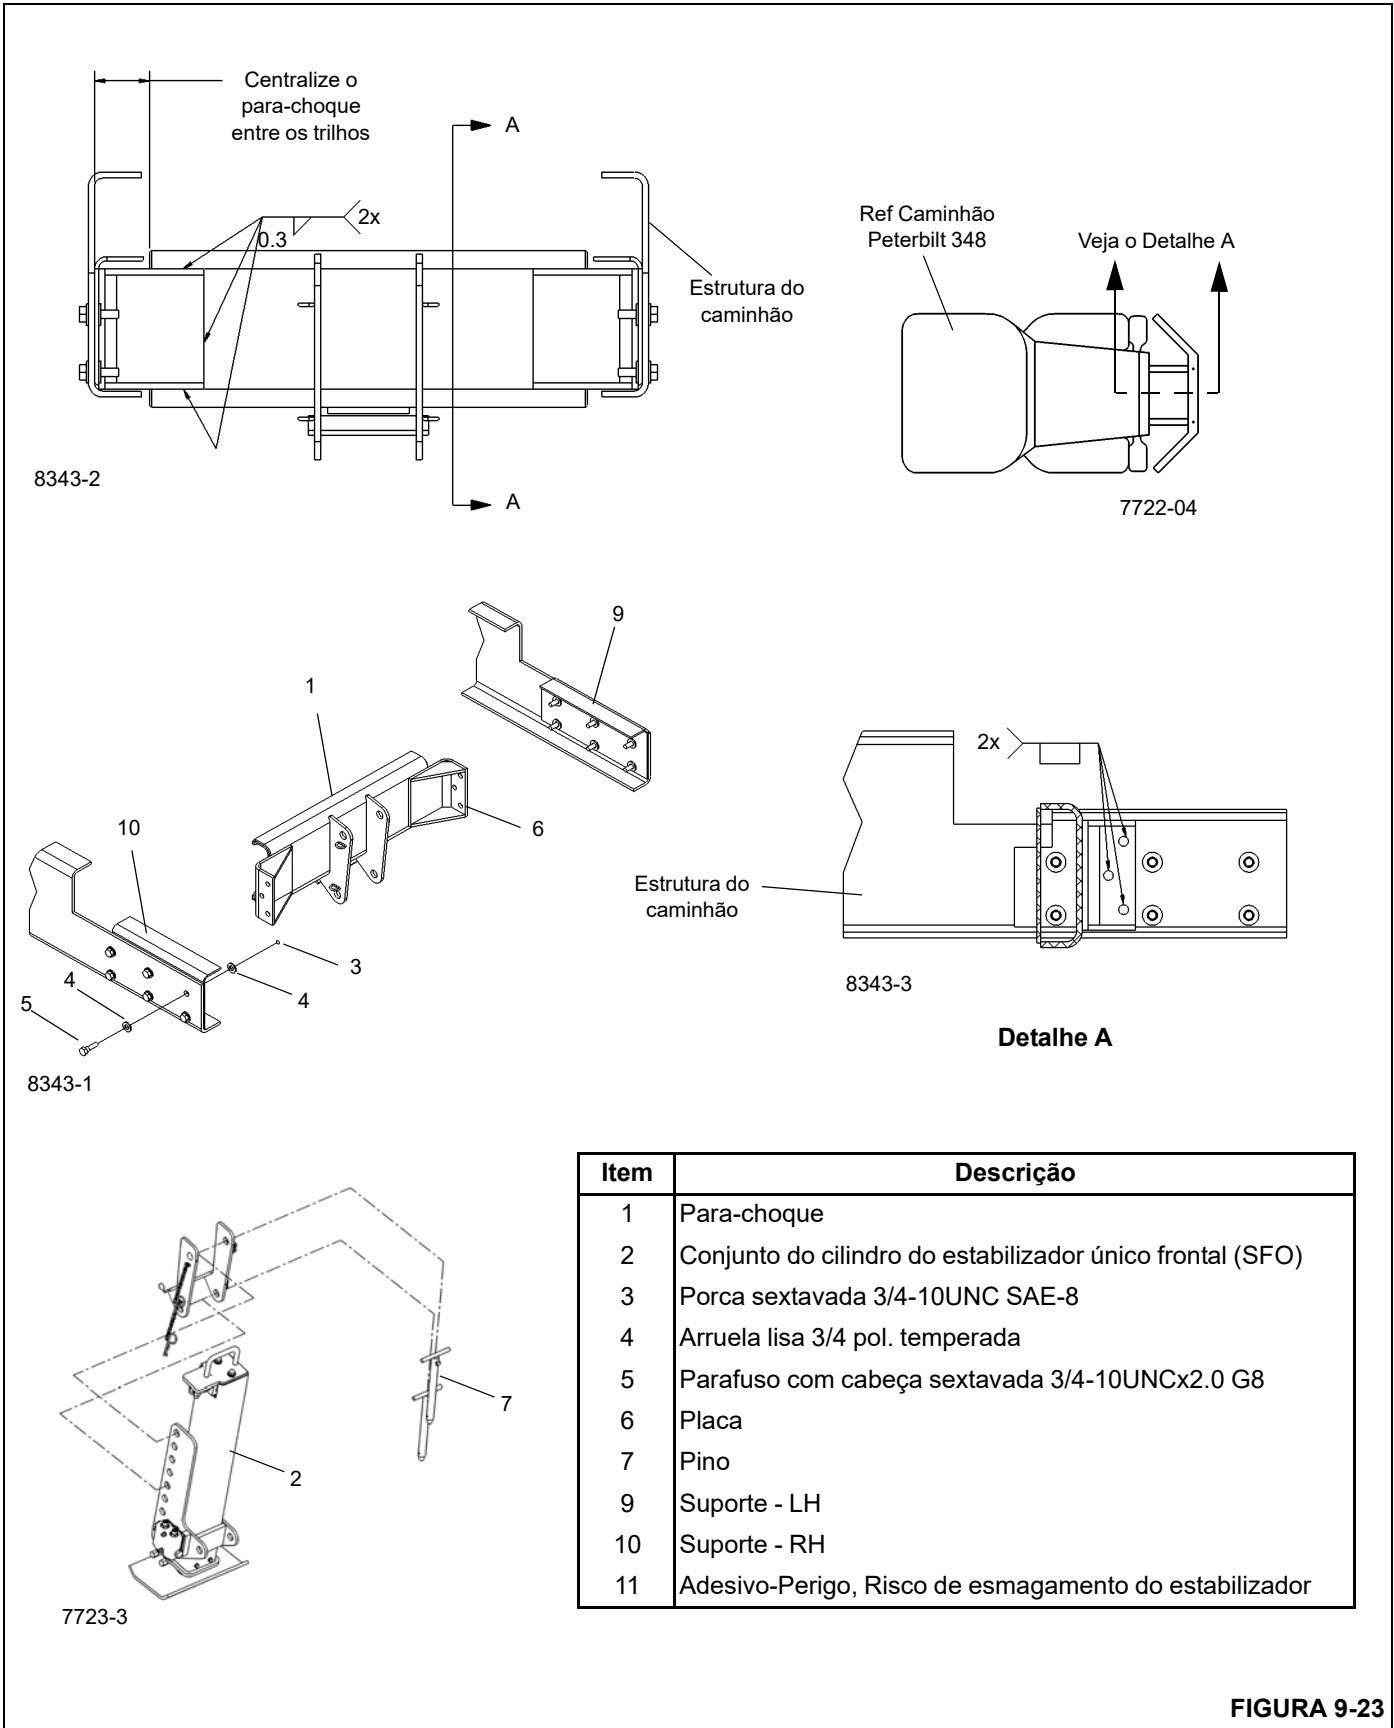

FIGURA 9-23
3. Prenda as placas de montagem (6) nos trilhos da estrutura do caminhão.
4. Centralize o para-choque (1) horizontalmente entre os trilhos da estrutura, depois verticalmente de modo que exista um espaço livre entre 355 a 482 mm (14 a 19 pol.) em relação ao solo sob o macaco frontal. Solde por pontos o para-choque nas placas de montagem.
5. Remova o conjunto placa de montagem/para-choque do caminhão e, em seguida, conclua a solda das placas de montagem (6) no para-choque (1) de acordo com os requisitos de solda encontrados no desenho na Figura 9-23; todas as soldas devem ser de grau 90.
7. Prenda o macaco (2) no para-choque (1) usando os dois pinos (7).
FIGURA 9-23 continuação